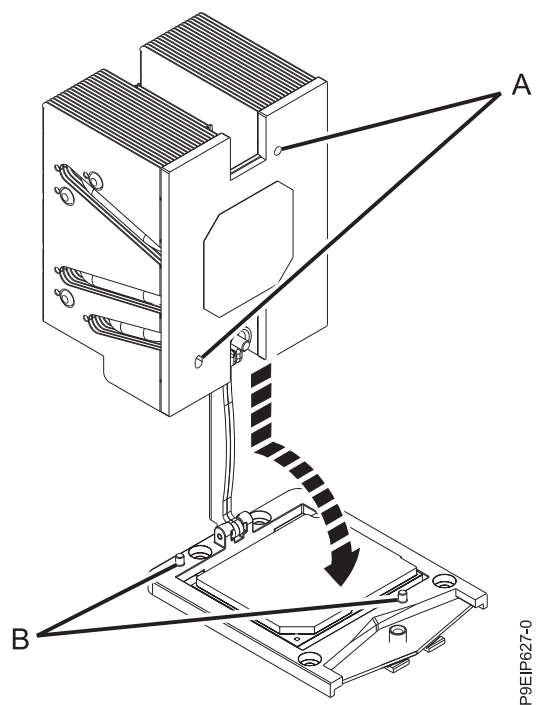

Figure 75. Installation du dissipateur thermique
14. Installez le nouveau dissipateur thermique fourni dans le jeu d'unités FRU. Le matériau d'interface thermique est pré-appliqué au dissipateur thermique. Abaissez avec soin le dissipateur thermique sur le module de processeur système, avec l'encoche ou l'étagère tournée vers le bas. Passez le bras de chargement par le dissipateur thermique. Vérifiez que les trous du dissipateur thermique (**A**) sont alignés avec les broches d'alignement (**B**) sur le connecteur, comme indiqué dans la figure 75, à la page 69.